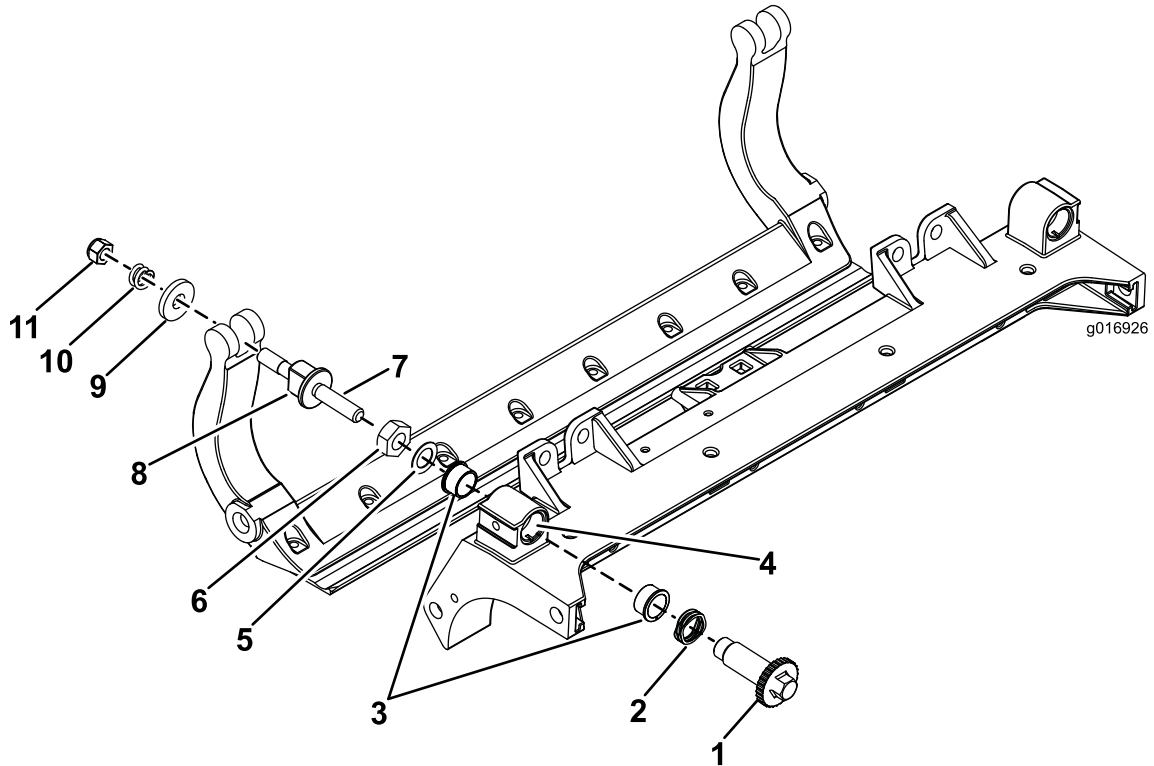

Figure 30
1. Enlevez toutes les pièces (voir les *Instructions d'installation* du kit DPA renforcé et la Figure 30).
2. Appliquez du produit antigrippage « Never Seize » à l'intérieur du logement des bagues sur le cadre central du plateau de coupe (Figure 30).
3. Alignez les clavettes des bagues à embase sur les fentes dans le cadre, et mettez les bagues en place (Figure 30).
4. Posez une rondelle ondulée sur l'axe de réglage et insérez l'axe dans les bagues à embase sur le cadre du plateau de coupe (Figure 30).
5. Fixez l'axe de réglage avec une rondelle plate et un contre-écrou (Figure 30).
12. Placez une rondelle en acier à l'extérieur de chaque rondelle en nylon (Figure 30).
Remarque: Les rondelles peuvent présenter un espace à l'intérieur (Figure 30).
15. Serrez l'écrou sur chaque vis de réglage de la barre d'appui jusqu'à ce que le ressort de compression soit complètement comprimé, puis desserrez l'écrou de 1/2 tour (Figure 30).